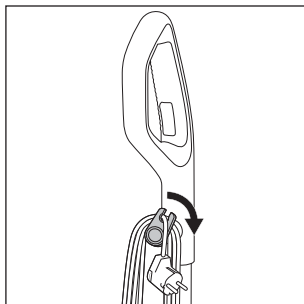

Abb. 12
- ♦ Wickeln Sie das Netzkabel **17** vollständig von den Kabelhaltern oben und unten **16/20** ab. Um das Netzkabel **17** schnell von den Kabelhaltern **16/20** abzuwickeln, ziehen Sie den oberen Kabelhalter **16** etwas heraus und drehen Sie diesen nach unten (siehe Abb. 12).